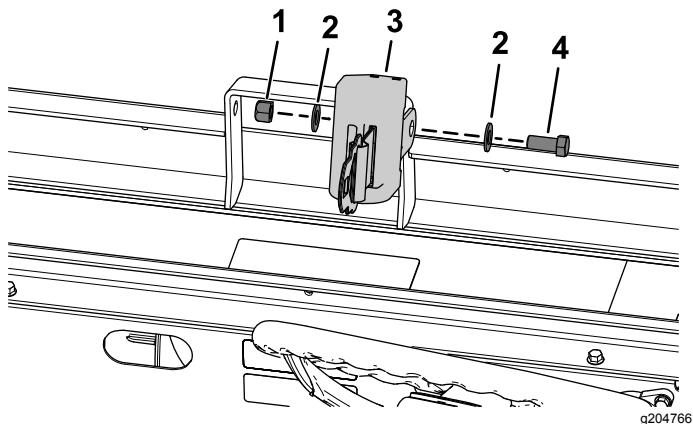

図 21
4. 図 21のように、シートベルトを取り付ける六角ヘッドボルト 7/16 x 1 インチ1本、平ワッシャ 7/16 インチ2枚、ロックナット 7/16 インチ1個を使用する。